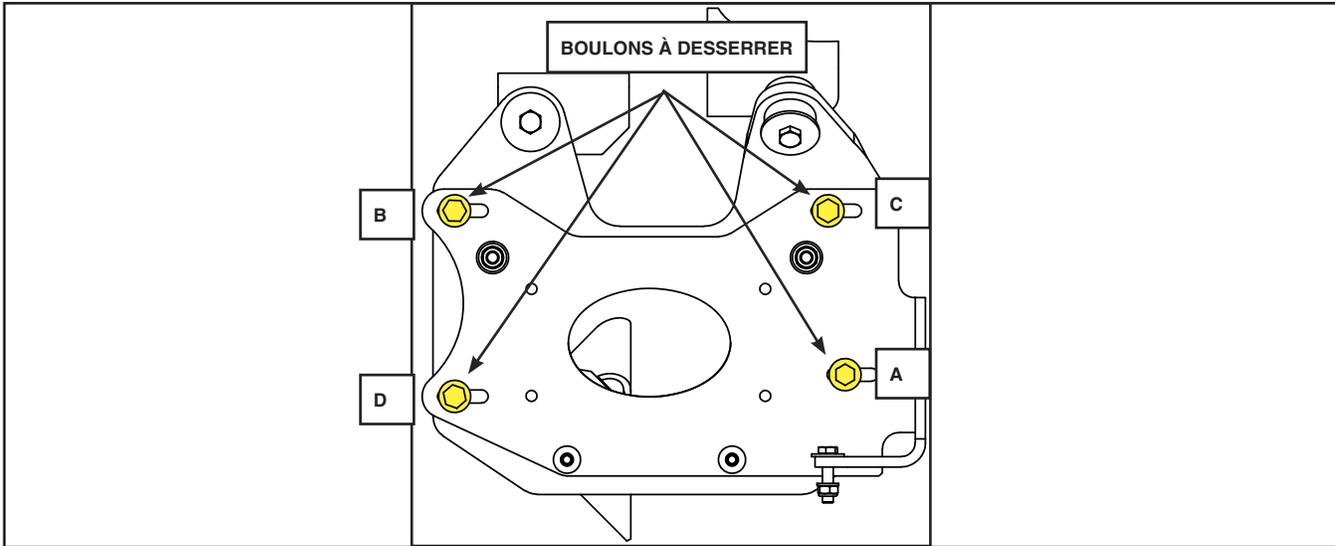

Figure B2 - Boulons de retenue de la plaque du compresseur et séquence de serrage
1. Desserrer les boulons qui fixent la plaque du support de tendeur de courroie au support. Voir Figure B2
10. Serrer les écrous de la plaque du compresseur à un couple de $93 \pm 7 \text{ N}\cdot\text{m}$ ($69 \pm 5 \text{ lb}\cdot\text{pi}$) dans la séquence montrée en Figure B2 (A à D).